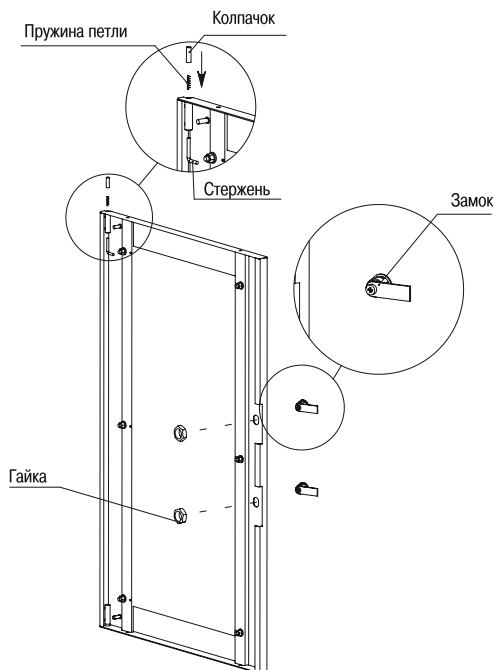

Рисунок 8 – Сборка дверей
4.3.7.1 Извлеките из второго места двери. Установите замки по аналогии с боковыми панелями (4.3.6.1). Проверьте правильность установки замка. При правильной установке язычок замка переводится в положение «закрыто» сверху вниз. Для сборки петли сначала вставьте пружину во втулку, пропустите во втулку стержень и заверните колпачок (рисунок 8).